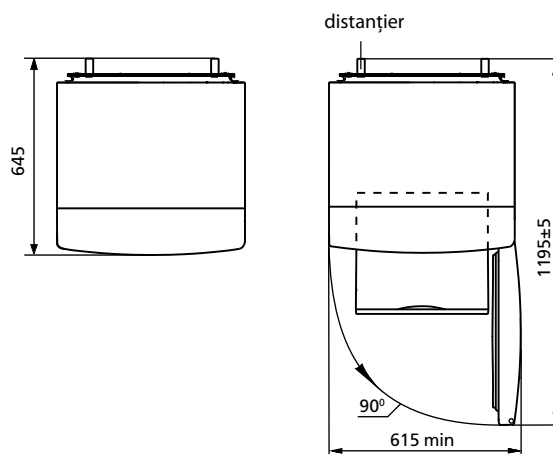

Figura 2 – Frigider (vedere de sus)
1.4 Spațiul total necesar pentru funcționarea frigiderului se determină de dimensiunile, indicate în milimetri în figura 2. Pentru extragerea liberă a componentelor din frigider este necesar de deschis ușa la unghiul nu mai mic de 90°.